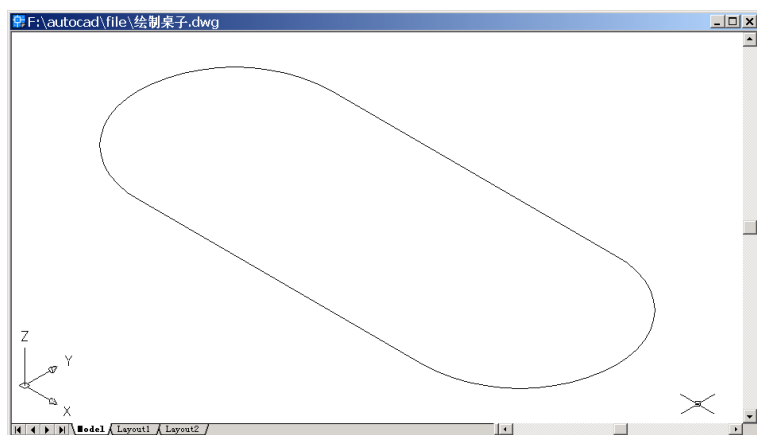

图 23.4 改变视图为东南视图
(5) 用 VIEW 命令变换视图为 Southeast Isometric（东南视图），结果如图 23.4 所示。